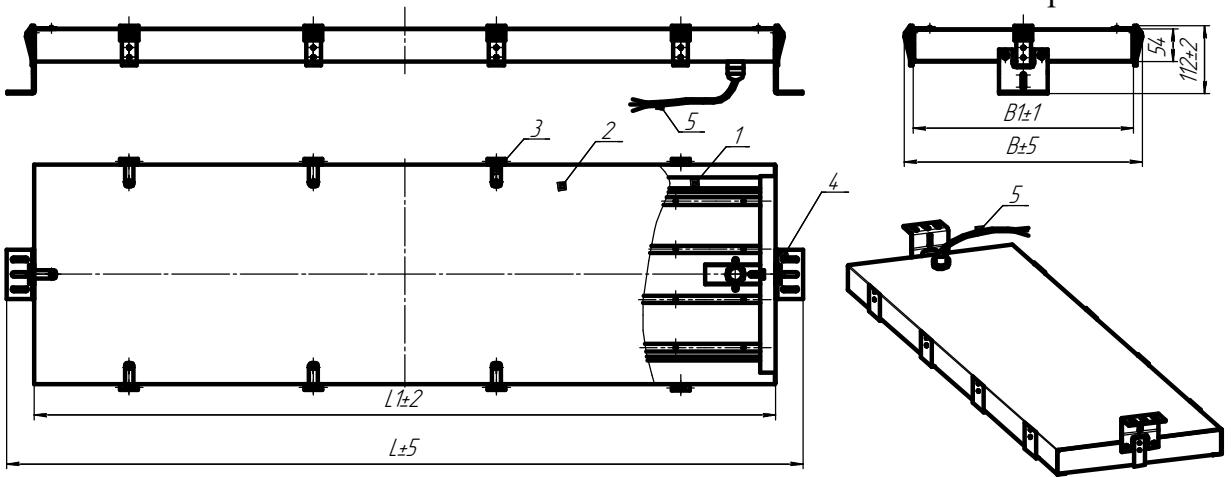

Рисунок 1
4.1 Светильник состоит из корпуса в сборе (см. Приложение А, рис.1 поз.1), в котором выполнен монтаж электрической схемы светильника, стекла в сборе поз.2, соединенное с корпусом при помощи защелок (поз.3); скоб крепления 2 шт (поз.4, размеры см рис.3); сетевого кабеля для подключения к сети питания (поз.5),